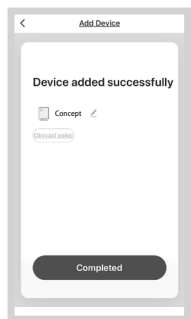
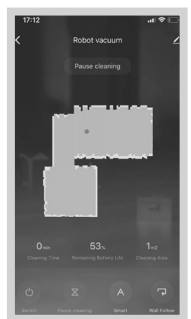

fig. 11
fig. 12
- Una volta l'impostazione risulta riuscita (fig. 11) premere „Completed“ ed entrare nell'interfaccia per la gestione dell'apparecchio (fig. 12).